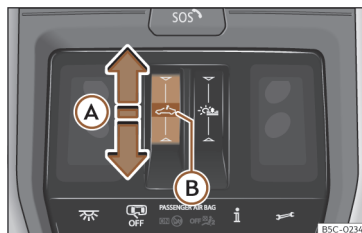

**Fig. 88** No revestimento interior do teto: botão do teto de vidro.
- Movimento automático: deslize o dedo para trás sobre a área funcional >>> **Fig. 88** **A**.
- Antes de decorrerem aprox. 5 segundos da ativação da função antientalamento, deslize o dedo para a frente sobre a área funcional ➡ >>> **Fig. 88** Ⓐ e mantenha pressionado até o teto se fechar totalmente.